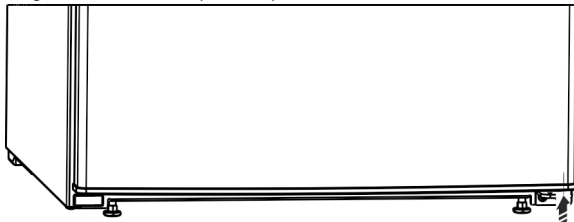

Fig. 9
- ▶ Colocar la pieza distanciadora Fig. 9 (13) de nuevo en el lado inferior derecho de la puerta, puesto que es importante para la estabilidad del aparato.